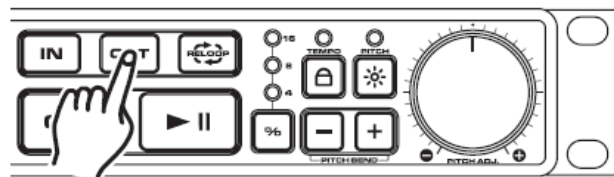

Figure 16
3) Appuyez sur le bouton OUT (8) pour définir le point final de votre BOUCLE PARFAITE (figure 16). Les LED du bouton IN et le bouton OUT commencent immédiatement à clignoter rapidement, indiquant que le mode BOUCLE PARFAITE a été activé.